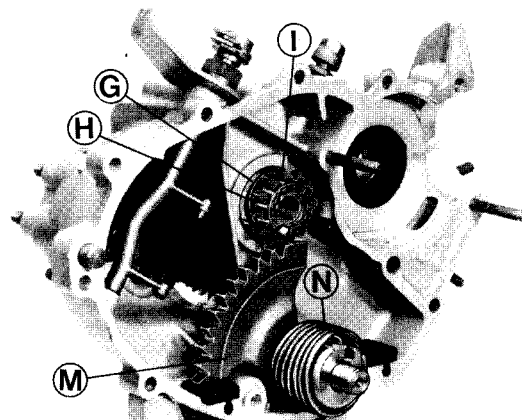

Fig. 77
**Fig. 77 - Ingranaggio e settore messa in moto (veicoli privi di avviamento elettrico):** controllare che i tamponi di gomma di fine corsa del settore dentato non siano avariati, nel tal caso provvedere alla loro sostituzione tenendo presente che non sporgano dal piano di accoppiamento del semicarterm. Montare la rondella «G» con la parte convessa rivolta verso il cuscinetto, la molla «H» e l'ingranaggio «I». Inserire, dopo aver montato nel suo alloggiamento sul carter l'anello paraolio OR, il settore dentato «M» e la molla di richiamo «N» inserendo l'appendice nell'apposito foro ricavato sul semicarterm, quindi precaricarla fino ad ancorare l'estremità piegata a gancio sull'asola della scatoletta solidale al settore.